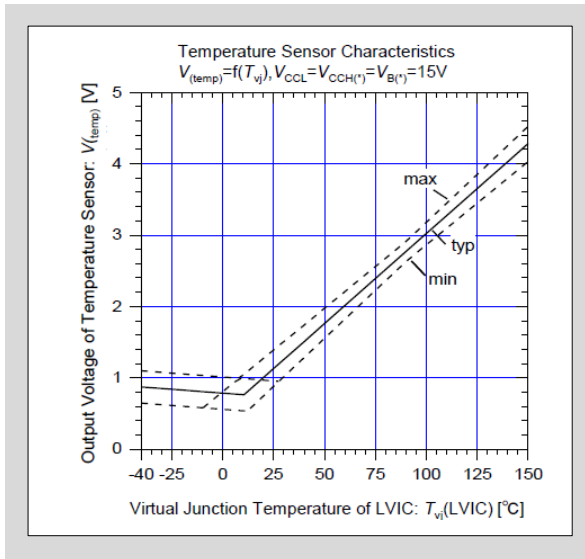

図3-24 LVIC温度とTEMP出力電圧特性
- 図3-24にLVICのジャンクション温度とTEMP端子出力電圧特性を示します。MPU電源電圧が3.3Vの場合は、TEMP端子に電圧クランプ用ツェナーダイオードを接続してください。また、約25 $^{\circ}\text{C}$ 以下で出力電圧はクランプ特性を示しますので、線形性が必要な場合は、TEMP端子に5k $\Omega$ ±10%のプルダウン抵抗 $R_{pulldown}$ を接続してください。